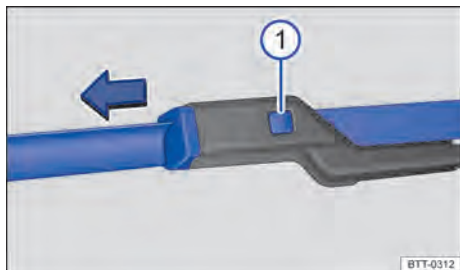

Fig. 150 Sustituir las escobillas de los limpiaparabrisas.
- Mantener la tecla de desbloqueo → fig. 150 ⓘ presionada y, al mismo tiempo, retirar la escobilla del limpiaparabrisas en el sentido de la flecha.